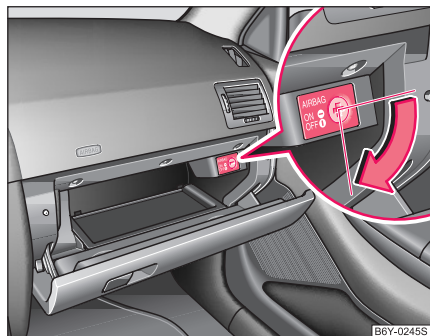

Fig. 105 Torpedoul: Înterupătorul cheie pentru airbag-ul pasagerului din dreapta
- Rotiți cu înterupătorul cheie fanta de dezactivare în direcția săgeții, în poziția **OFF** ⇒ Fig. 105. Fanta de dezactivare a airbag-urilor trebuie să fie în poziție verticală.
- Rotiți cu înterupătorul cheie fanta de dezactivare în direcția opusă săgeții, în poziția **ON** ⇒ Fig. 105. Fanta de dezactivare a airbag-urilor trebuie să fie în poziție orizontală.